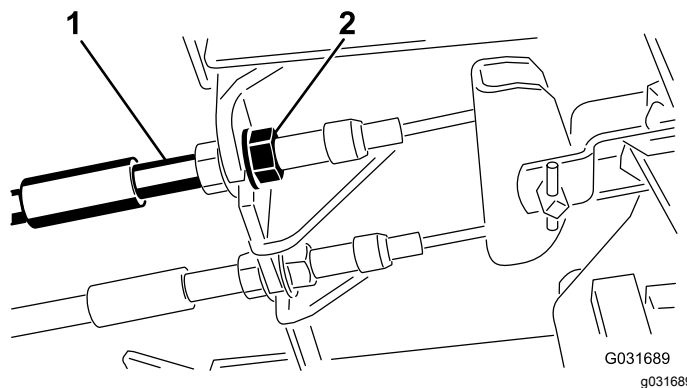

Figura 83
1. Para reduzir a folga dos pedais dos travões, aperte os travões desapertando a porca dianteira que se encontra na extremidade roscada do cabo dos travões (Figura 83).